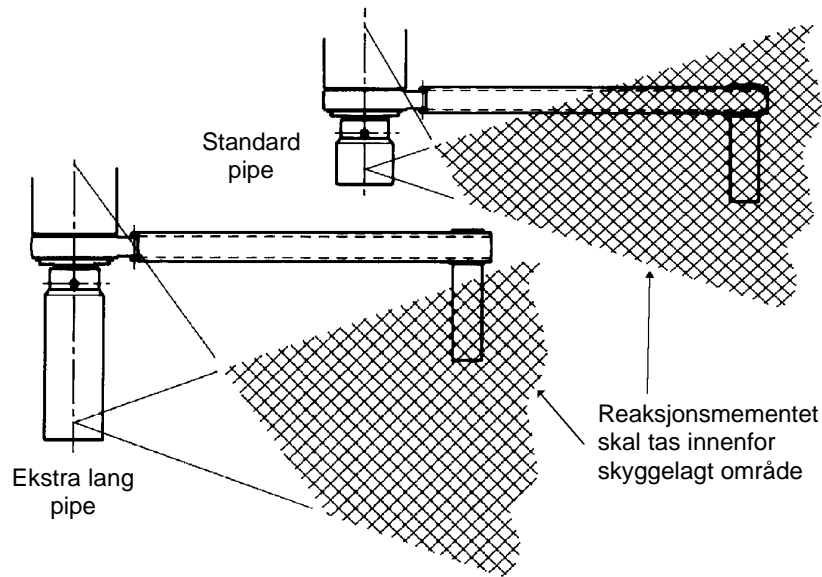

FIG 5
**ADVARSEL: REAKSJONSKRAFTEN MÅ ALLTID ANGRİPE INNENFOR OMRÅDET SOM ER VIST I FIG. 5.**
For spesielle anvendelser eller når det brukes ekstra lange kraftpiper kan standard armen forlenges, men bare innenfor begrensningen som fremgår av fig.5.
**ADVARSEL:** Hvis standard motholdsdetaljer modifiseres utover begrensningene i fig. 5 kan dette medføre skade eller unormal slitasje på verktøyet.